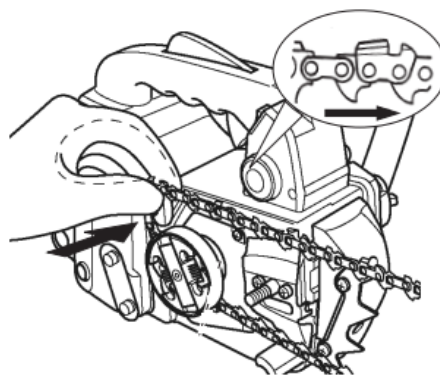

Rys. 4
- 3) Odkręć nakrętki (rys. 4) i zdejmij pokrywę hamulca.